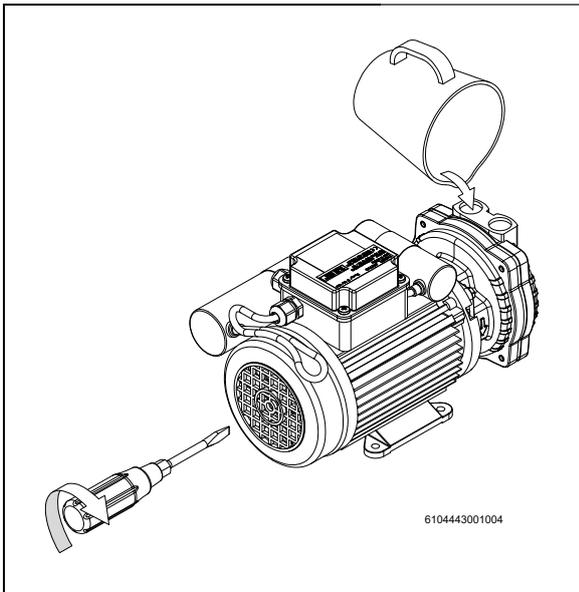

Fig. 10: Konservierungsmittel einfüllen und Welle drehen
- Einen Schraubendreher durch die zentrale Öffnung in der Lüfterhaube bis zum Wellenende auf Außenlüfterseite führen (siehe Fig. 10, S. 23).
Laufrad sitzt fest.	Welle freidrehen. Dazu folgendermaßen vorgehen: <ul style="list-style-type: none"> • Aggregat außer Betrieb nehmen. • Einen Schraubendreher durch die zentrische Öffnung in der Lüfterhaube bis zum Wellenende auf Außenlüfterseite führen (siehe Fig. 10, S. 23). • Welle mit Hilfe des Schraubendrehers von Hand durchdrehen. • Schraubendreher wieder entfernen.